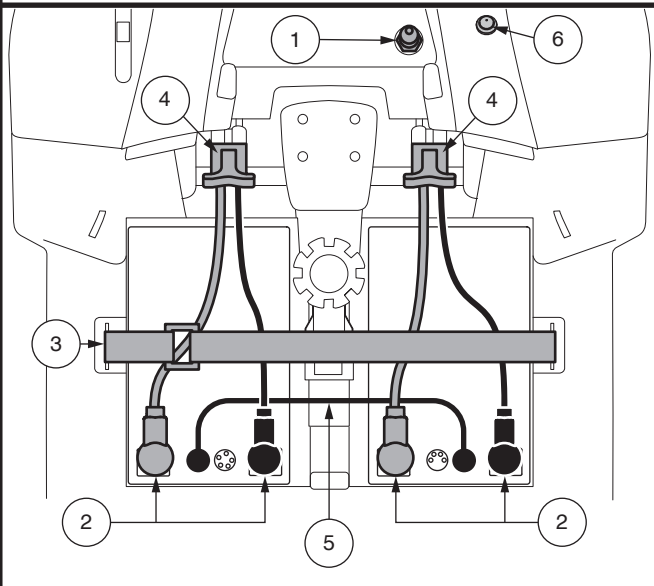

Figura 12. Remoción de la batería / Instalación de Terminales y Conexiones
6. Coloque una nueva batería en cada espacio destinado a las baterías. Las terminales de la batería deben mirar en sentido contrario al asiento, con las terminales positivas (+) y negativas (-) posicionadas tal como se indica en la figura 12.
¡ADVERTENCIA! Cuando se enfrente a una situación de emergencia, las baterías se pueden desconectar rápidamente tirando hacia ADELANTE de la correa de desconexión de emergencia de la batería. Con precaución. Tenga en cuenta que apagar el scooter puede hacer que se detenga abruptamente. Para liberar la parada de emergencia y restaurar la capacidad de conducción del scooter, retire el asiento y la cubierta de la batería y vuelva a conectar el conector de la batería como se muestra en la Figura 12.
NOTA: Si está equipado, asegúrese de que el interruptor de desconexión de la batería esté en la posición "encendido" (-) antes de cargar su batería del vehículo. La batería NO se cargará si el interruptor de desconexión de la batería está en la posición "apagado" (O). Ver figura 12.
¡ADVERTENCIA! Cuando se enfrenta a una situación de emergencia, las baterías se pueden desconectar rápidamente presionando el interruptor de desconexión de la batería en la posición "apagado", lo que hará que el botón salte. Con precaución. Tenga en cuenta que apagar el scooter puede provocar que se detenga abruptamente. Para liberar la parada de emergencia y restaurar la capacidad de conducción del scooter, presione el botón de desconexión de la batería una vez más, presionándolo hacia abajo hasta la posición "encendido". Ver figura 12.